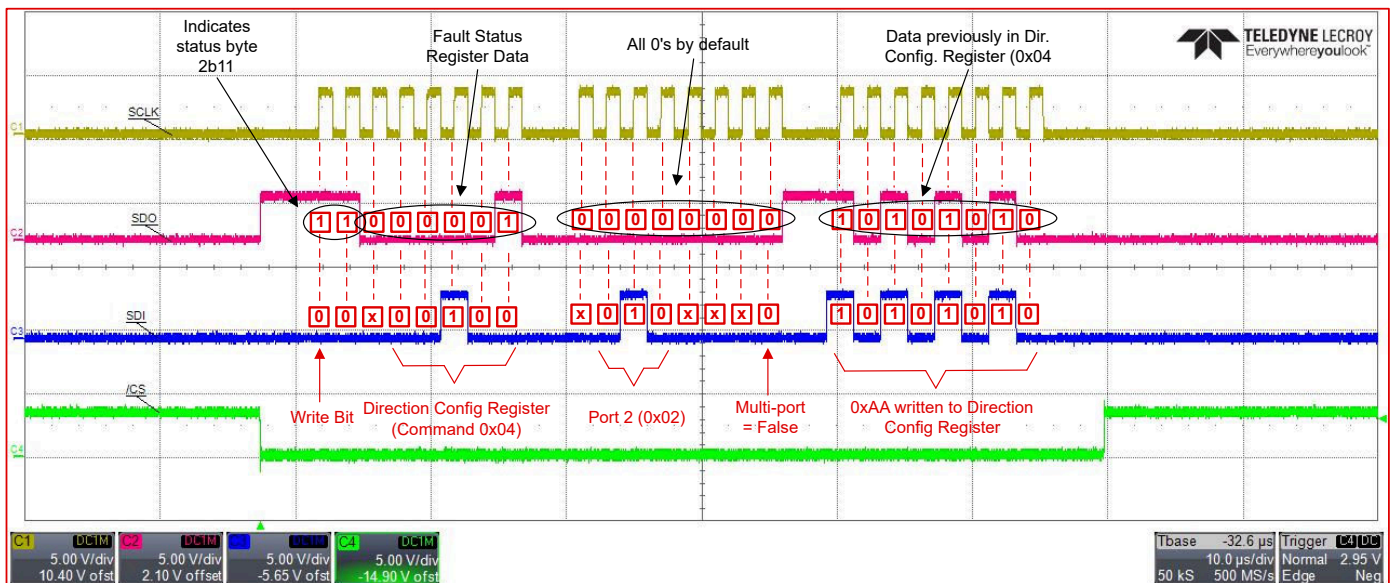

図 8-2. SPI の波形の例
TXE81XX デバイスは 24 ビットの SPI ワード形式を使用し、シリアル データ入力 (SDI) とシリアル データ出力 (SDO) を同時に読み取ることができます。これは、レジスタ マップのアドレス 0x0400 にある方向構成レジスタへの書き込み例です。16 ビットのステータスが最初に SDO で送信されます。最初の 2 つのビットは両方とも 1 です。次の 6 ビットは、故障ステータスレジスタのビット 5 ~ 0 です。故障ステータスレジスタの LSB の「1」は、パワーオンリセット (POR) が発生したことを示します。ステータスの最後の 8 ビットはすべて 0 です。次の 8 ビットは、方向構成レジスタ内に以前に書き込まれたデータです。SDI の 24 ビットは以下のとおりです。最初のビットは読み取り書き込みビットです。書き込みビット = 0 のとき、読み取りビット = 1。この例では、書き込みビットが送信されます。次の 2 ビットは「ドント ケア」ビット (「x」でマーク) です。次の 5 ビットは機能アドレスを表し、この例では、書き込み先として方向構成レジスタが選択されています。ポートの選択は、次の上部ニプルによって決まります。この場合、ポート 2 は b010 で選択されます。バイト 2 の LSB が「0」であるため、マルチポートには false が指定されます。データ 0xAA は、最終バイトの方向構成レジスタに書き込まれます。この期間中、SCLK は 24 クロック サイクルが送信され、各立ち上がりエッジでサンプリングされます。24 ビットのトランザクション全体の間、チップ セレクト (CS) は LOW です。図 8-2 は、上記の例の波形を示しています。